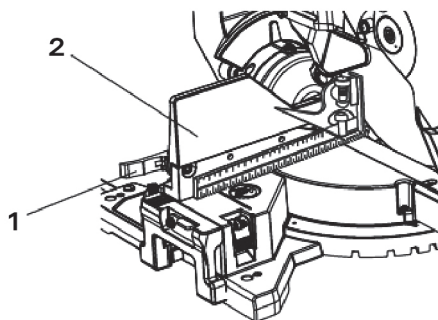

рис. 34
1. Разблокировать рычаг блокировки кулачка упора (1), нажав на него в направлении задней части инструмента (рис. 34).
2. Выдвинуть упор (2). Заблокировать рычаг блокировки кулачка упора (1), потянув его в сторону упора.